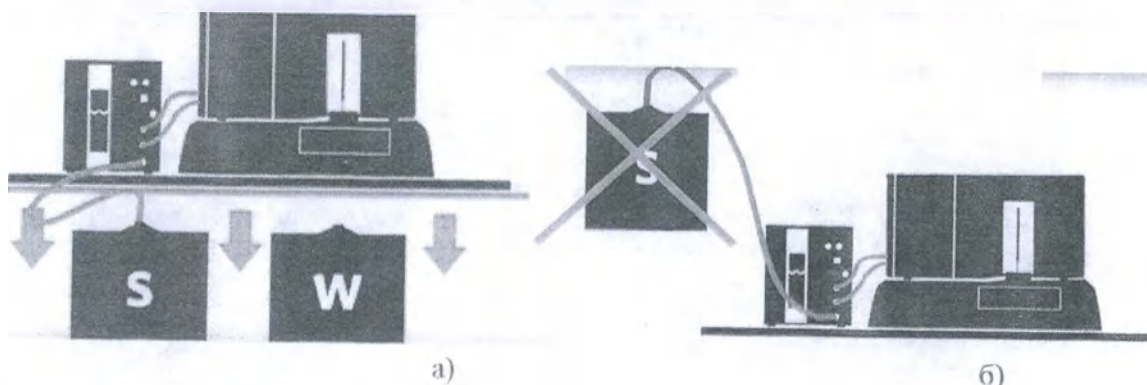

Рисунок 7 – Пример верного (а) и неправильного (б) расположения контейнеров
5. Контейнер для слива отходов и контейнер для обжимающей жидкости должны находиться ниже уровня расположения анализатора (рисунок 7).